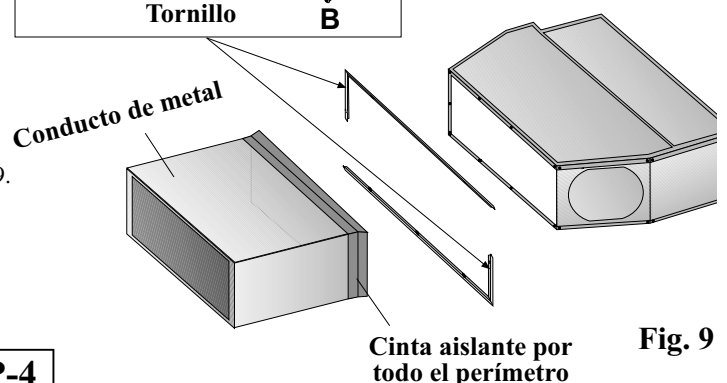

Fig. 9
2. Para instalar los dos soportes utilice los tornillos. (Fig. 9)
Quizá deba perforar otros dos agujeros con el taladro (A+B). Ver Fig. 9.